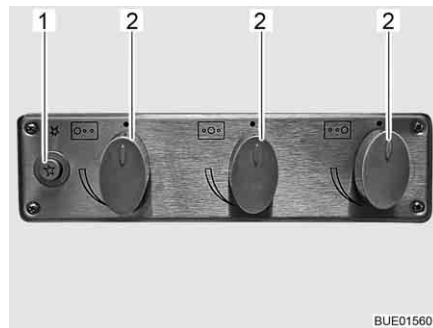

Bild 168 Bedienelemente für Gaskocher
- Drehregler (Bild 168,2) der gewünschten Brennstelle auf Zündposition (große Flamme) drehen.
- Drucktaster (Bild 168,1) drücken.